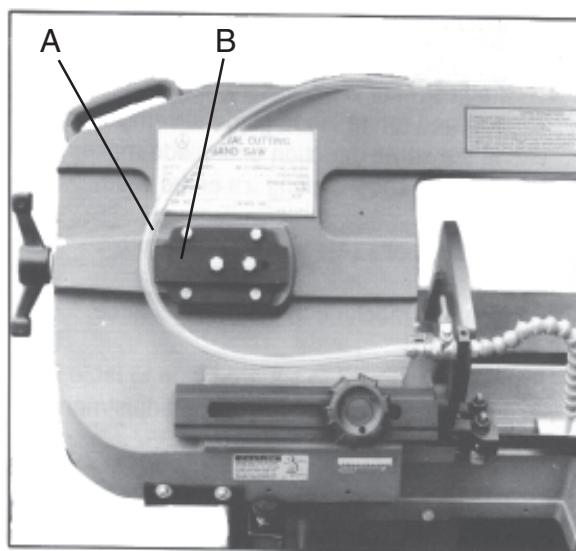

Fig. 13
3. Desserrer sans exagération les 2 vis à tête exagonale situées sur le support du volant de tension (Fig.13) pour libérer la vis de réglage (BTR sans tête) permettant de régler l'inclinaison du volant de tension.